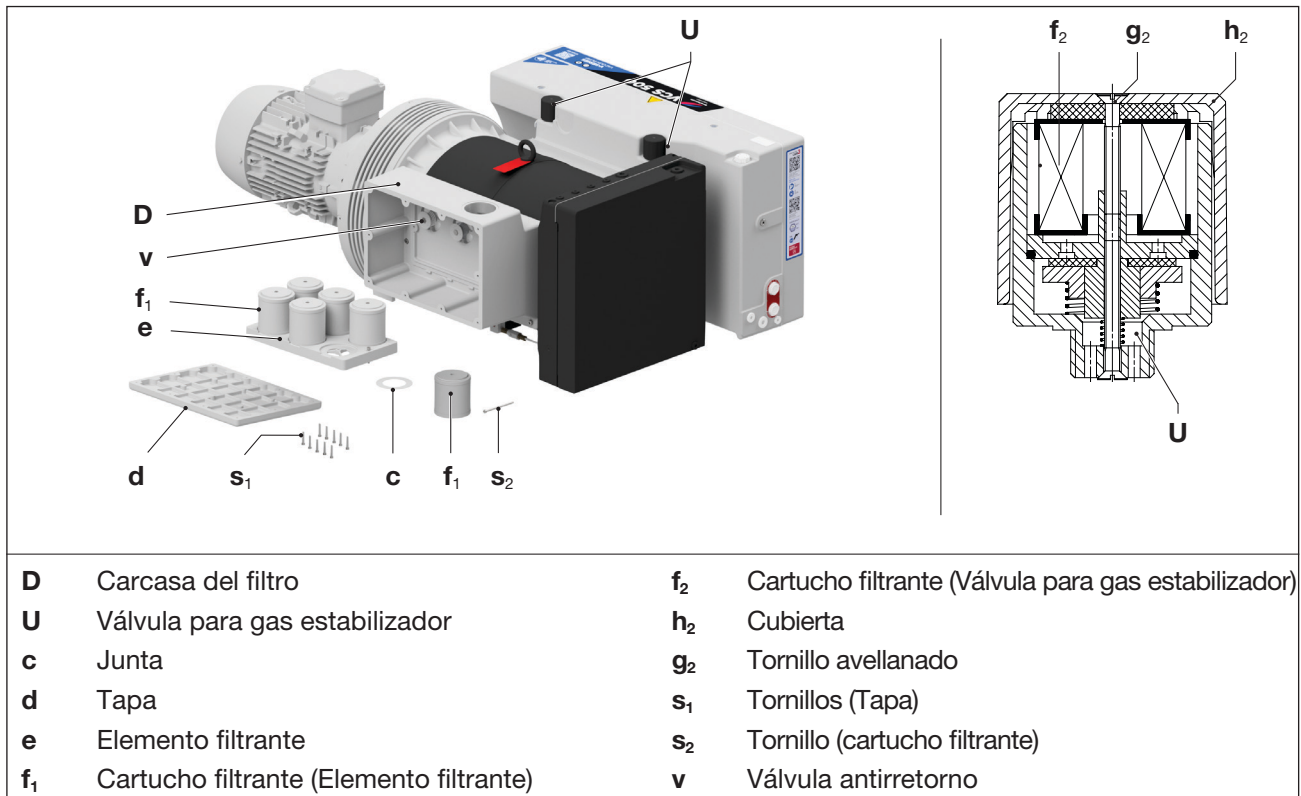

Fig. 8 Filtro de aire y válvula de gas lastre
- c) Afloje (Fig. 8/s₁) tornillos en la tapa (Fig. 8/d) de la carcasa del filtro (Fig. 8/D) y retire la tapa.
- d) Retire el (Fig. 8/e) elemento filtrante.
- e) Afloje el tornillo (Fig. 8/s₂) del cartucho de filtrado (Fig. 8/f₁) y retire el cartucho de filtrado con la junta (Fig. 8/c) del elemento (Fig. 8/e) filtrante. Repita el procedimiento para todos los cartuchos.
- g) Asimismo limpie la carcasa del filtro (Fig. 8/D).
- h) Compruebe si la válvula antirretorno (Fig. 8/v) está sucia y límpiela si es necesario.
- i) Vuelva a colocar todos los cartuchos de filtrado (Fig. 8/f₁) junto con una junta (Fig. 8/c) en el elemento filtrante.
- j) Vuelva a colocar (Fig. 8/f) el elemento filtrante en la carcasa del filtro (Fig. 8/D) y fije la tapa (Fig. 8/d) con los tornillos (Fig. 8/s₁) .
Las bombas funcionan con una válvula para gas estabilizador (Fig. 8/U). Limpiar el cartucho filtrante (Fig. 8/f₂) integrado con frecuencia variable según el grado de suciedad del medio aspirado.
- a) Desenrosque la válvula para gas estabilizador (Fig. 8/U) de la bomba.
- b) Afloje el tornillo avellanado (Fig. 8/g₂) de la cubierta de plástico (Fig. 8/h₂) y retire la cubierta de plástico (Fig. 8/h₂).
- c) Retire todas las piezas del filtro para su limpieza y sustituya el cartucho filtrante (Fig. 8/f₂) sopándolo o sustitúyalo.
- d) Poner el cartucho filtrante (Fig. 8/f₂) en la válvula, colocar la cubierta de plástico (Fig. 8/h₂) y fijarla con el tornillo avellanado (Fig. 8/g₂). Apretar el tornillo a mano.